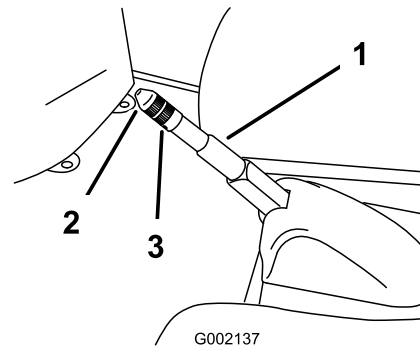

Figura 38
2. Afloje el tornillo de fijación que sujeta el pomo a la palanca del freno de estacionamiento (Figura 38).